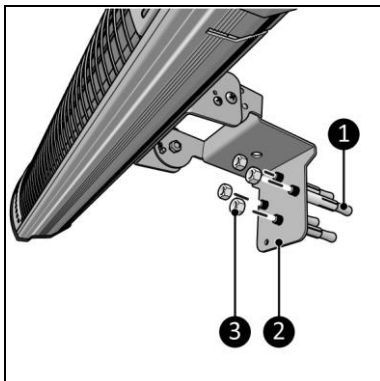
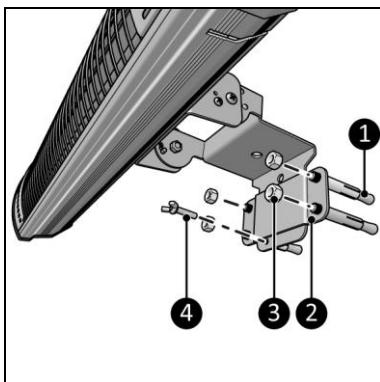

Figure 9
Figure 10
- De manière fixe au mur (figure 9).
- De manière démontable (figure 10).
1. Fixez la platine de suspension (figure 9, pos. 2) au mur à l'aide d'un niveau à bulle, des quatre boulons d'ancrage (figure 9, pos. 1) et des quatre écrous (figure 9, pos. 3).
1. Fixez le support mural (figure 10, pos. 2) au mur à l'aide d'un niveau à bulle, des quatre boulons d'ancrage (figure 10, pos. 1) et des quatre écrous (figure 10, pos. 3).
2. Placez la platine de suspension (figure 9, pos. 2) derrière le support mural (figure 10, pos. 2).
3. Fixez le boulon papillon (figure 10, pos. 4) dans la platine de suspension (figure 9, pos. 2).